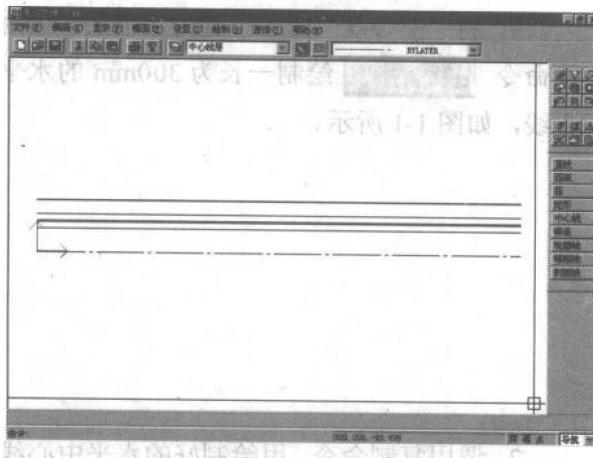

图 1-5 修改图层属性
3. 选中母线, 单击右键, 选择“属性修改”命令, 在弹出的“属性修改”对话框中, 把上一命令复制出的轮廓母线的图层属性改为“粗实线”, 结果如图 1-5 所示。